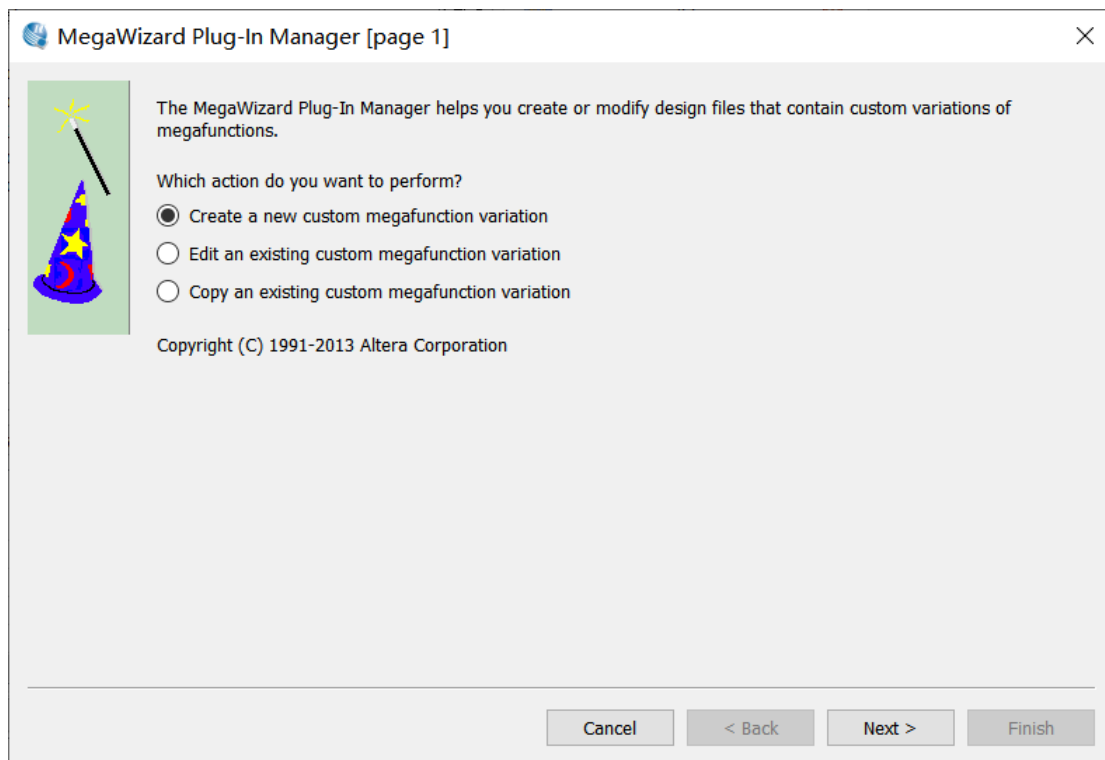

图 17-4
2、在下面界面中保持默认，直接 Next 即可，如图 17-4 所示。